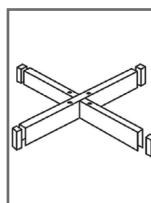

рис.1
- 6.1 Соберите основание, соединив 2 части. Установите на торцы основания ножки (рис. 1).